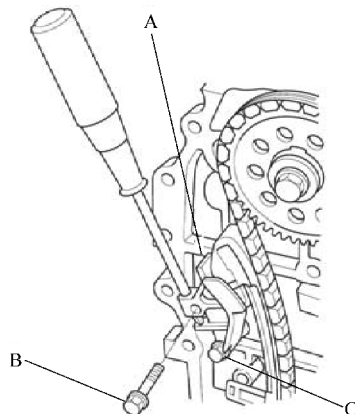

图 11-20 夹住张紧器滑块
- 15) 在凸轮链条张紧器滑块 A 的滑动表面上涂抹新的机油；用螺钉旋具夹住凸轮链条张紧器滑块，然后拆下螺栓 B，并松开螺栓 C，如图 11-20 所示。